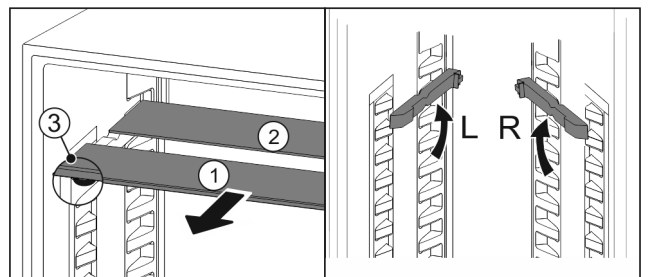

Fig. 53
- ▶ Izvucite Fig. 53 (1) staklene ploče jednu po jednu prema naprijed.
- ▷ Staklena ploča Fig. 53 (1) s ukrasnom letvicom nalazi se sprijeda.
- ▷ Zaustavljači Fig. 53 (3) su usmjereni prema dolje.